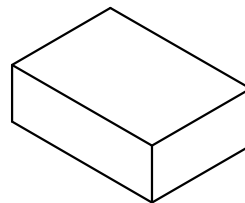

图3 内盒包装
- 2: 如图3, 每内盒装5小袋, 装盒后贴上物料标签, 数量为5X1000pcs。